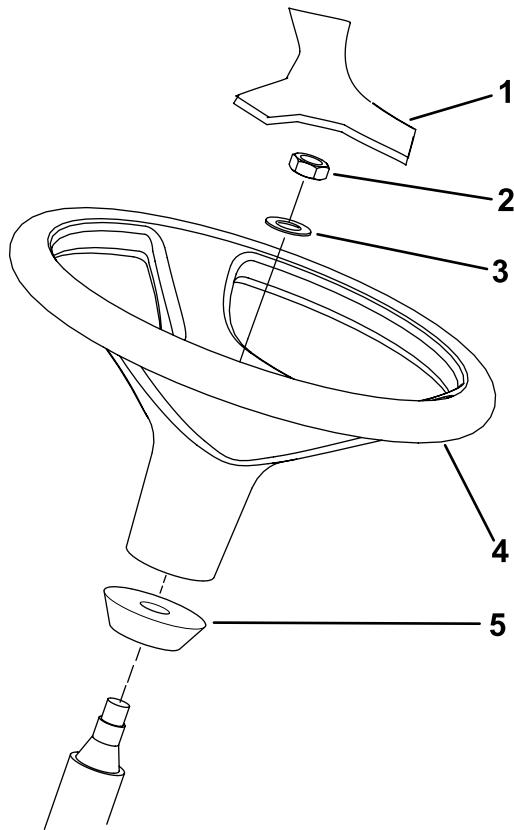

図 12
1. 出荷台からハンドルを外す。図 12
注 ステアリングシャフトについているウレタン製のカラーは外さないでください図 12。
3. ハンドルとワッシャをステアリングシャフトにはめ込む(図 12)。
5. ハンドルにカバーを取り付ける(図 12)。